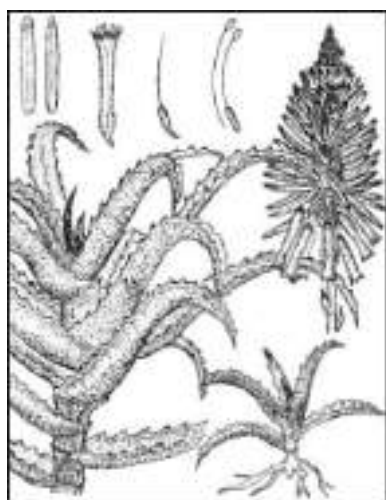

Рис. 2. Алоэ древовидное *Aloe arborescens* Mill.
2. *Алоэ древовидное* – *Aloe arborescens* Mill. (Асфodelовые – *Asphodelaceae* Juss.) (рис. 2). Родина – Южная Африка. Вечнозеленое суккулентное древовидное растение 1–4 м высоты. Стебли прямостоячие, ветвящиеся, в нижней части с многочисленными следами от листьев. Листья расположены поочередно, сочные, мясистые, сизоватозеленые, сближенные в верхней части стебля в виде розетки, стеблеобъемлющие, мечевидные, окаймленные мягкими шипами. Цветки оранжевые, поникающие на тонких цветоножках; собраны в соцветие – густая кисть, которая появляется из пазух верхних листьев. Широко распространенное в комнатной культуре растение. Издревле считается растением, отпугивающим от жилища злых духов, поэтому очень часто веточку алоэ подвешивали у входа в жилище. Оздоровливает воздух в помещении благодаря выраженным фитонцидным свойствам. Предпочитает светлые солнечные места, переносит низкие температуры до 3–5°C.